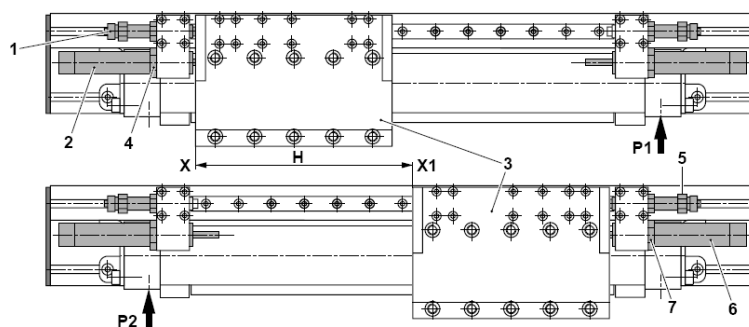

Abb. 32 Einstellung Stossdämpfer PMP-c
- Der Schlitten (Abb. 32, 3) des Moduls fährt bis zur Begrenzung durch die Anschlagschraube (Abb. 32, 1) in Position X.
2. Stossdämpfer (Abb. 32, 2) im Uhrzeigersinn einschrauben
- Der Dämpferstift wird dabei in den Dämpfer hineingedrückt, bis der Schlitten (Abb. 32, 3) anfängt sich zu bewegen.
3. Stossdämpfer (Abb. 32, 2) nun entgegen dem Uhrzeigersinn zwei Umdrehungen ausschrauben und mit der Kontermutter (Abb. 32, 4) sichern.
- Der Schlitten (Abb. 32, 3) des Moduls fährt bis zur Begrenzung durch die Anschlagschraube (Abb. 32, 5) in Position X1.
5. Schritte 2 und 3 mit Stossdämpfer (Abb. 32, 6) wiederholen.
6. Stossdämpfer mit Kontermutter (Abb. 32, 7) sichern.